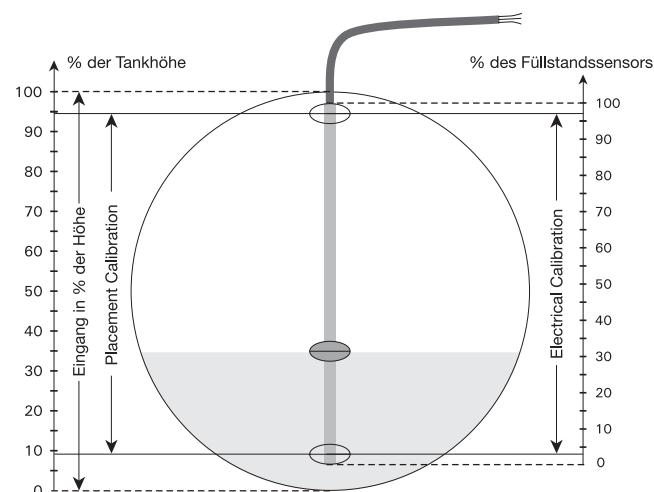

Abbildung 1, Querschnitt durch einen horizontalen zylindrischen Tank
Die folgende Beschreibung der Konfiguration mit einem Potentiometereingang beruht auf Abbildung 1. Beachten Sie bitte, dass die PRelevel-Software nur in der englischsprachigen Version vorliegt. Die Menütexte sind daher hier so angegeben, wie sie auf dem Bildschirm erscheinen. Wählen Sie zunächst die Registerkarte **[Input]**:
**[Electrical Calibration]** Geben Sie den Bereich, der vom angeschlossenen Potentiometer erkannt werden soll, ein oder lassen Sie PRelevel den verfügbaren Bereich messen. Der Messumformer muss an die Kommunikations-schnittstelle angeschlossen werden, bevor die Werte gemessen werden können. Die Werte gemäß Abbildung 1 sind 'Low' = 3% und 'High' = 97%.
**[Placement Calibration]** Geben Sie die Positionen der 'Low'- und 'High'-Punkte der elektrischen Kalibrierung des Füllstandssensors im Verhältnis zur Höhe des Tanks ein. Diese Werte werden für die Berechnung der linearisierten Werte verwendet und für die Berechnung von 0% und 100% der Höhe. Die entsprechenden Werte in Abbildung 1 sind 'Low' = 9% und 'High' = 94%.
**[Input]** Geben Sie die gewünschte Eingangsspanne im Verhältnis zur Höhe ein. Wenn die Werte für 'Low' und 'High' zu 0% bzw. 100% gewählt werden, kann der Eingangswert aufgrund der Geometrie und der Montage des Füllstands-sensors nie unter 9% oder über 94% gehen; der Ausgangswert verändert sich dann demgemäß nur zwischen 5,44 und 19,04 mA. Die Werte in Abbildung 1 sind 'Low' = 0% und 'High' = 100%.